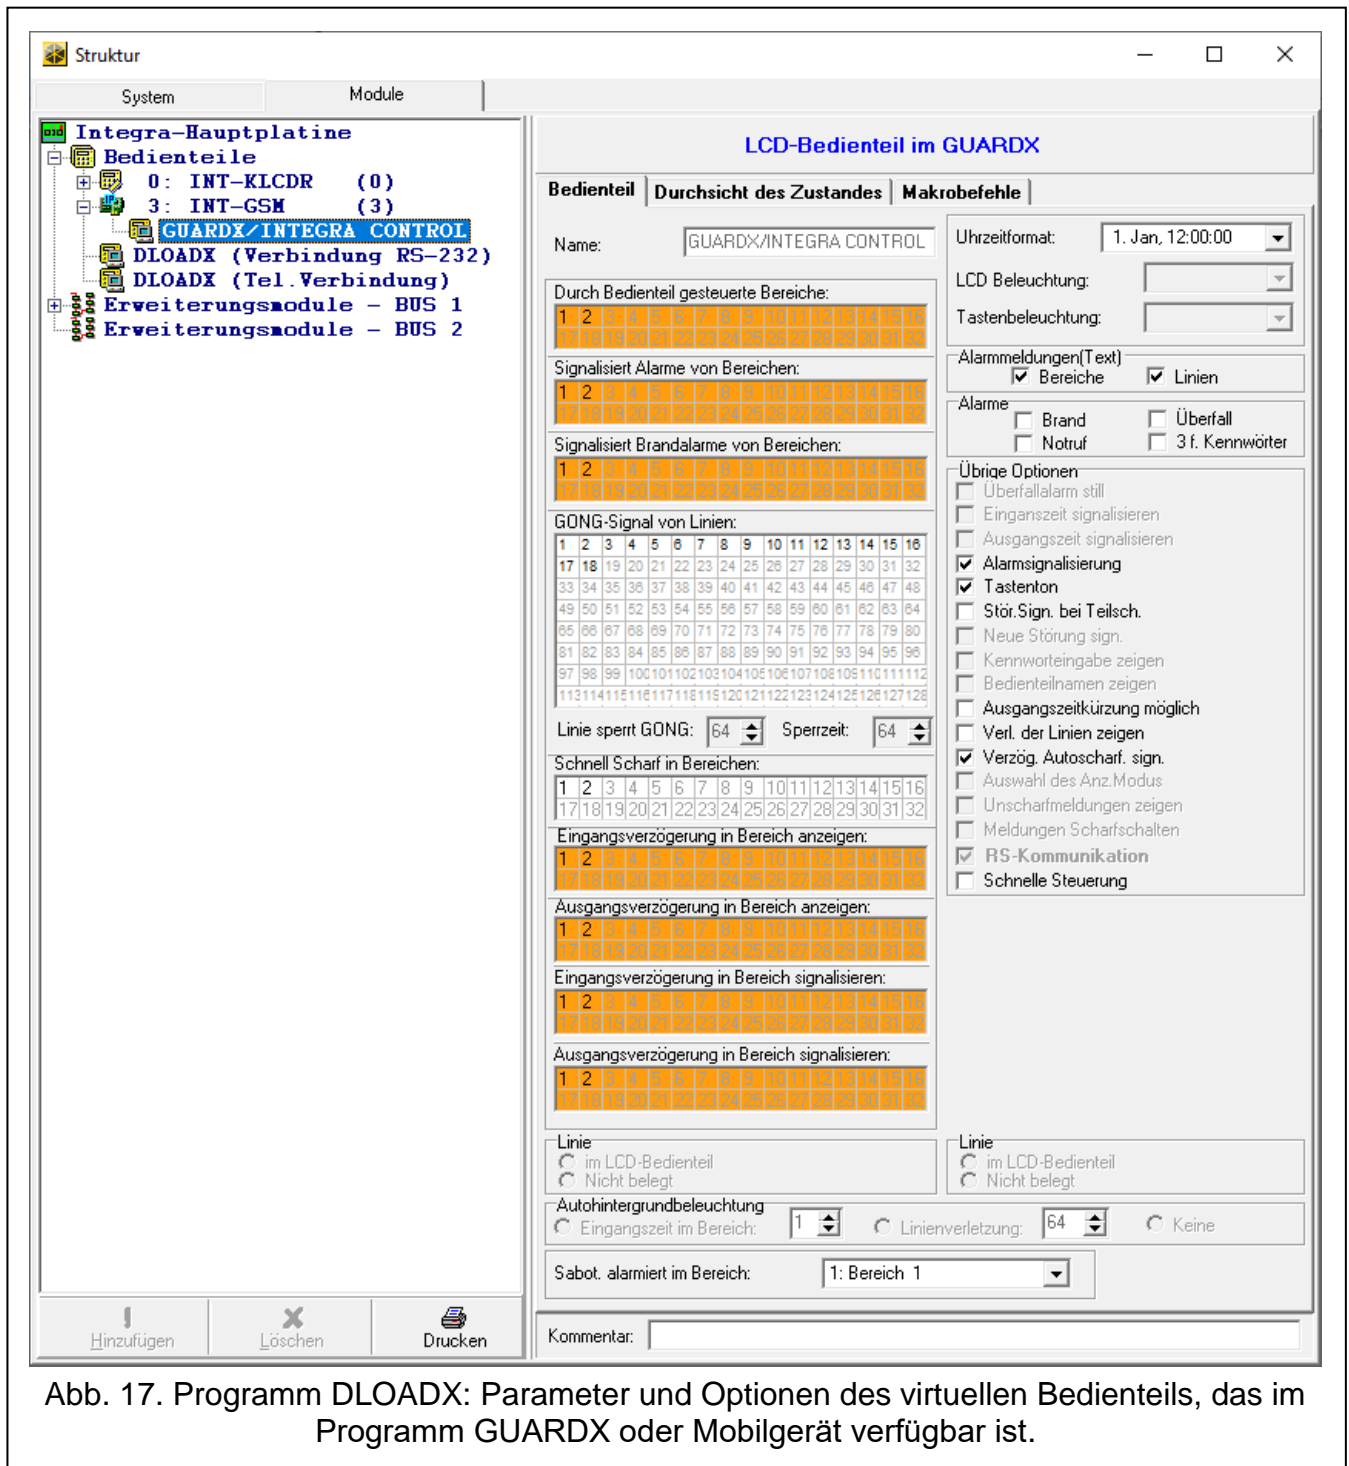

Abb. 17. Programm DLOADX: Parameter und Optionen des virtuellen Bedienteils, das im Programm GUARDX oder Mobilgerät verfügbar ist.
- Über das Programm: Fenster „Struktur“ → Registerkarte „Module“ → Zweig „Bedienteile“ → [Modulname] → Zweig „GUARDX/INTEGRA CONTROL“ (Abb. 17),